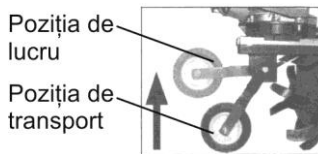

Fig. 4
-Ridicati roata de transport in pozitia de lucru(Fig.4)
Pentru a deplasa utilajul, mutați roata de transport în jos(Fig.4).
Roata de transport (Fig.4) este folosită pentru a ușura transportul utilajului dintr-un loc în altul. Înaintea începerii lucrului, plasați roata pe cea mai înaltă poziție.